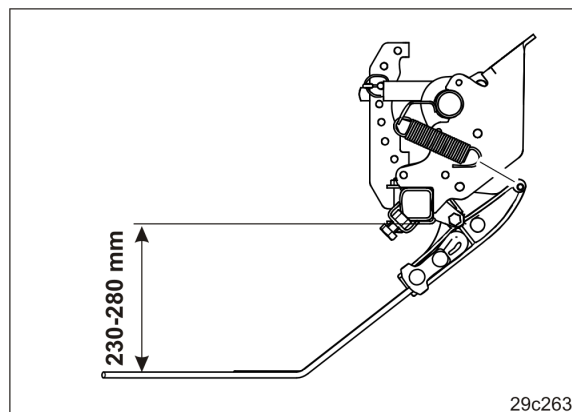

Рис. 96
4. Отрегулируйте подпружиненные пальцы, перемещая верхнюю тягу (Рис. 95/1), с помощью которой сеялка соединяется с трактором либо другим почвообрабатывающим орудием (см. Рис. 96).